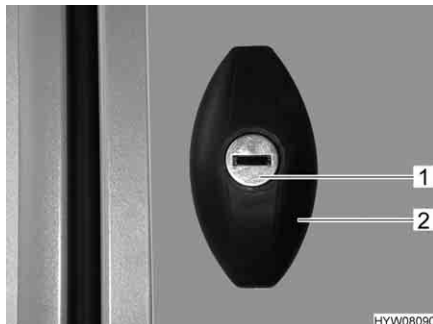

Fig. 31 Serratura dello sportello, ellittico, chiuso
- Inserire la chiave nel cilindro della serratura (Fig. 31,1) e ruotare in senso antiorario di un mezzo giro. La maniglia della serratura (Fig. 31,2) scatta all'infuori.